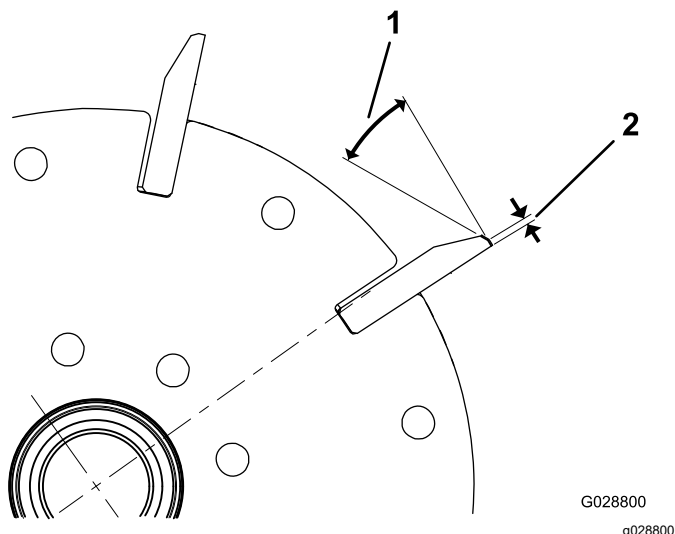

Figura 28
- Applicate una rettifica di scarico di 30° su tutte le lame del cilindro in modo da ottenere una larghezza a terra di 0,8 mm. (Figura 28).